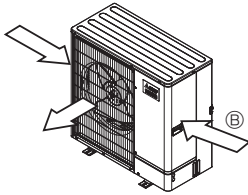

Fig. 2-4
- ③ Cihazın konumunu, mümkünse, hava çıkışından gelen havanın, mevsimsel rüzgarlarının yönüne dik gelmesini sağlayacak şekilde seçin. (Fig. 2-4)